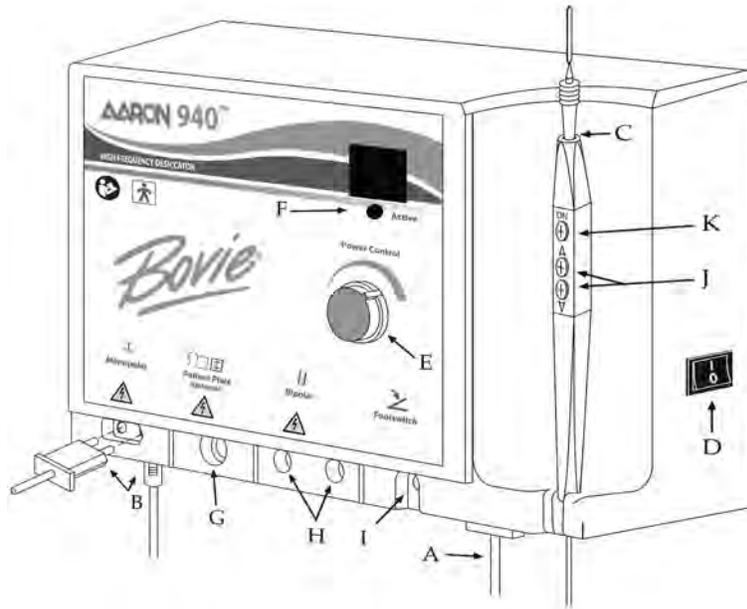

Abbildung 2
2. Stecken Sie das weibliche Ende des Netzkabels in die Konsole der Einheit (siehe Abbildung 2, Buchstabe A).
4. Stecken Sie das Handstück in den monopolaren Ausgang auf der linken unteren Frontseite der Einheit (siehe Abbildung 2, Buchstabe B). Der Stecker ist so konzipiert, dass er nur in einer Richtung passt. Stecken Sie den kleineren, runden Anschluss des Handstücks in die Anschlussbuchse am Boden der Einheit (siehe Abbildung 2, Buchstabe B). Das 3-Tastenhandstück ist so konstruiert, dass der Arzt die Leistungseinstellungen vollständig mit den Fingerspitzen steuern kann.
5. Schieben Sie die Standardelektrode in das Handstück, bis sie fest sitzt (siehe Abbildung 2, Buchstabe C). Der Handgriff nimmt die meisten genormten $\frac{3}{32}$ -Zoll (0,24 cm) Elektroden auf.
7. Schalten Sie den Ein-/Aus-Schalter ein und verwenden Sie dazu den Schalter auf der rechten Seite der Einheit (siehe Abbildung 2, Buchstabe D).
8. Stellen Sie die Ausgangsleistung entweder mit der Skala auf der Frontplatte der Einheit (siehe Abbildung 2, Buchstabe E) oder auf dem Aaron 940™ durch die Auf-und-Ab-Schalter am Handstück ein (siehe Abbildung 2, Buchstabe J). Wenn der Leistungspegel mit dem Handgriff angepasst wird, ertönt ein hörbares Signal um anzuzeigen, dass der Leistungspegel geändert
9. Zur Aktivierung der Einheit nehmen Sie das Handstück aus der Halterung. Platzieren Sie das Handstück in der gewünschten Position und drücken Sie den Aktivierungsknopf (siehe Abbildung 2, Buchstabe K). Wenn die Einheit aktiviert ist, ertönt ein hörbarer Signalton und die blaue Aktivierungsleuchtdiode leuchtet auf (siehe Abbildung 2, Buchstabe F).
10. Zur Verwendung der optionalen Neutralelektrode mit Kabel (A802EU) stecken Sie den Kabelstecker in den Ausgang der Neutralelektrode ein (siehe Abbildung 2, Buchstabe G) und schließen das andere Ende an der Neutralelektrode an. Die Elektrode muss unter dem Patienten an einem Punkt platziert werden, an dem die gesamte Elektrode von unbedeckter Haut bedeckt wird.
11. Zur Verwendung des optionalen Bipolarkabel (A827BP) stecken Sie die Stecker in die bipolaren Ausgänge ein (siehe Abbildung 2, Buchstabe H). Das Kabel wird dann in die Zange gesteckt. Eine Schiebetür hinter den mono- und bipolaren Ausgängen verhindert, dass der Benutzer beide gleichzeitig verwendet.
12. Der optionale Fußschalter (A803) wird in den Fußschalterausgang eingesteckt und auf den Boden gestellt (siehe Abbildung 2, Buchstabe I). Der Fußschalter kann bei monopolaren Verfahren und muss bei bipolaren Verfahren verwendet werden.